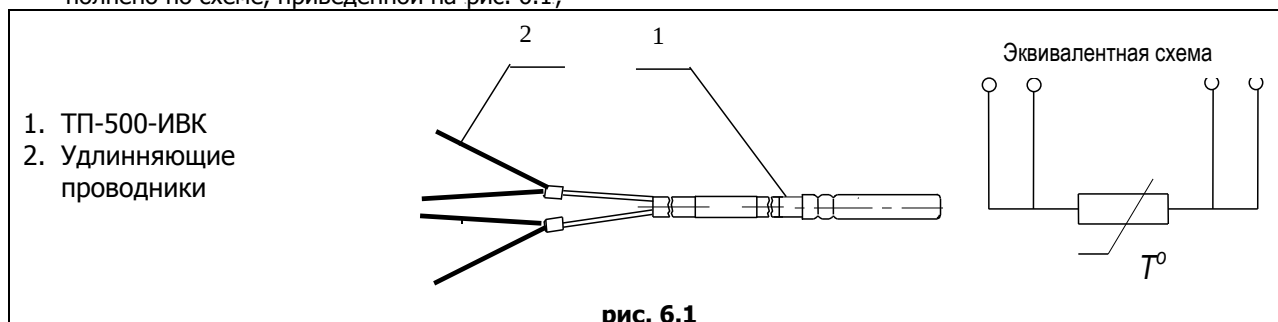

рис. 6.1
- соединение удлиняющих проводов, преобразователя температуры и тепловычислителя должно быть выполнено по схеме, приведенной на рис. 6.1;